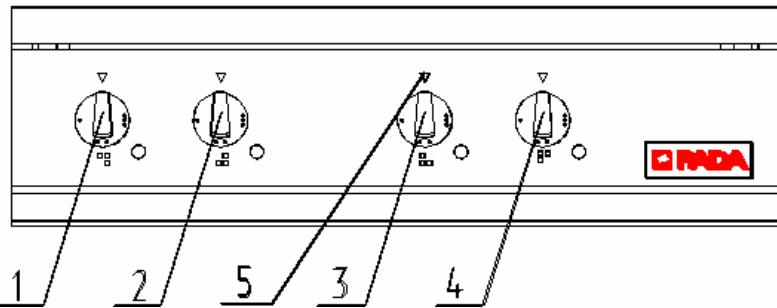

Рисунок 3 – Панель управления конфорками плит ПЭ-724 О
5.2.2 Каждая конфорка снабжена отдельным переключателем, которые расположены на панели управления конфорками (рисунок 3; 4).
Ступенчатое регулирование мощности нагревателей каждой конфорки осуществляется установкой ручки переключателя в положение «1», «2» или «3», что соответственно определяет степень нагрева: слабый, средний или сильный. Отключение конфорки производится установкой ручки переключателя в положение «0». Мнемосхемы на панели управления указывают, к какой конфорке относится ручка переключателя мощности (рисунок 3; 4).